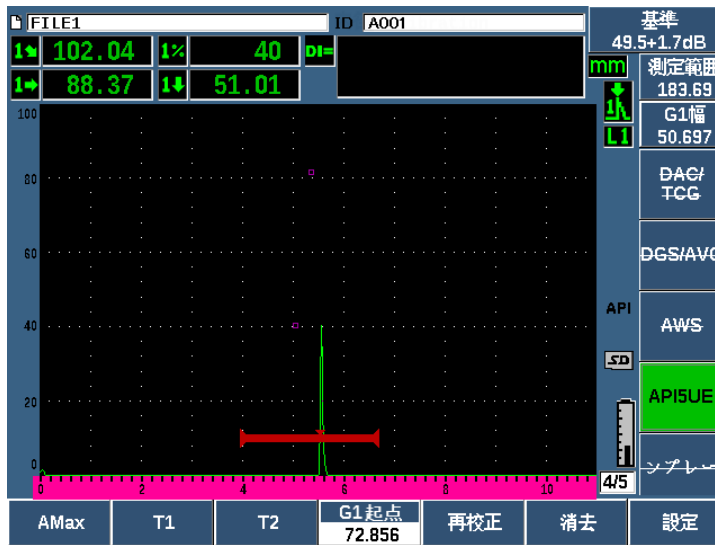

図 11-27 T2 ポイントの保存
10. RefT2 (P3) を押し、立ち上がりピークから 6 dB 低下した位置を収集し、この値を T2 として割り当てます（267 ページの図 11-27 参照）。